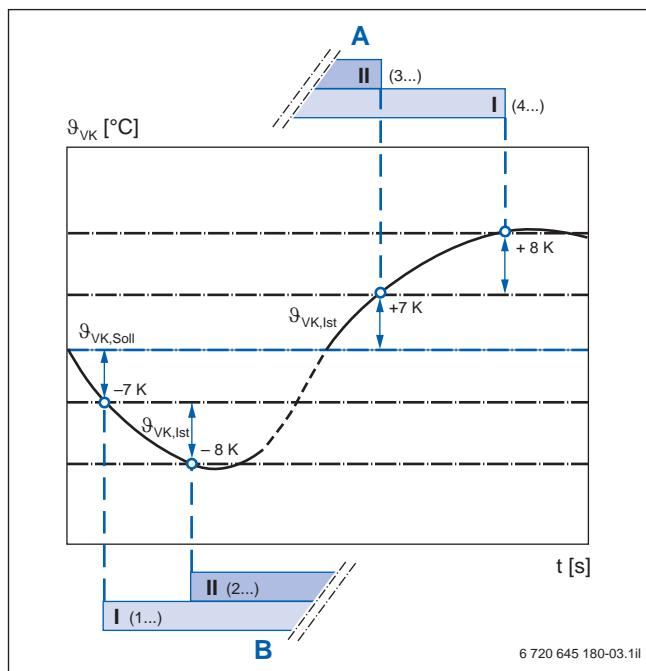

Рис. 35 Жёстко установленные граничные значения для ступеней горелки в зависимости от отклонения регулируемой величины от заданного значения
**Во-первых**, имеется жестко заданное значение для порога включения горелки. Оно составляет, для 1-ступенчатых горелок и для первой ступени 2-ступенчатых горелок или модулированных горелок, отклонение  $\pm 7$  К между заданной и фактической температурой подающей линии котла. Для второй ступени 2-ступенчатой горелки отклонение регулирования составляет дополнительно  $\pm 8$  К. Система управления Logamatic 5311 включает или выключает горелку или ступень горелки, если будет превышен соответственно жестко предписанный порог включения (→ рис. 35).